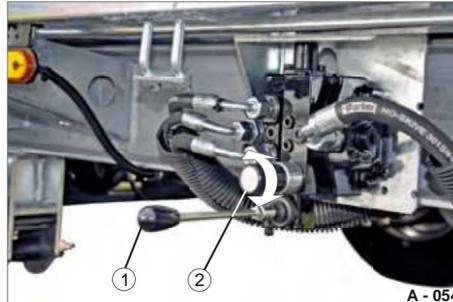

Fig. 86 Punto di controllo
• Regolare la pressione sul regolatore di pressione (Fig. 86/2).
• Azionare la leva (Fig. 86/1) fino a impostare la larghezza corretta della carreggiata.